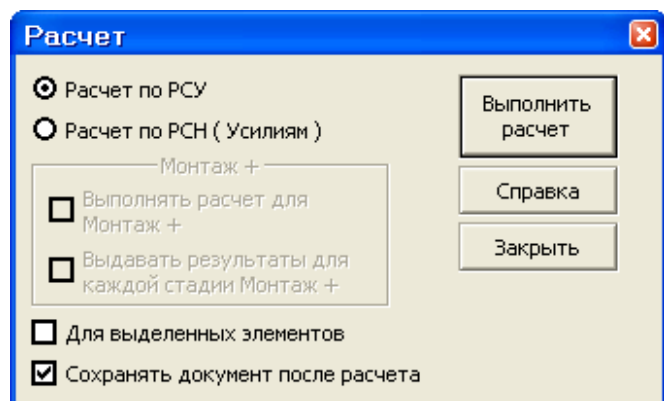

Рис.11.29. Диалоговое окно **Расчет**
- В диалоговом окне **Расчет** (рис.11.29) при включенной радио-кнопке **Расчет по РСУ** щелкните по кнопке **Выполнить расчет**.